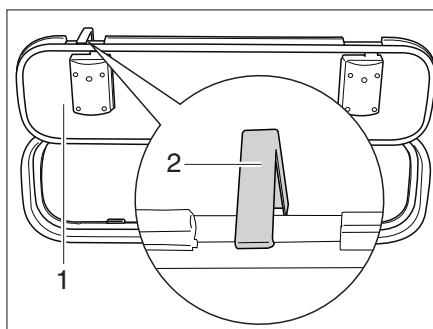

Fig. 54 Gancio di fermo sportello esterno
- Aprire lo sportello esterno (Fig. 54,1) e ruotare verso l'alto il gancio di fermo (Fig. 54,2) sulla parete del veicolo.
- Spingere il gancio di fermo (Fig. 54,2) verso l'alto.